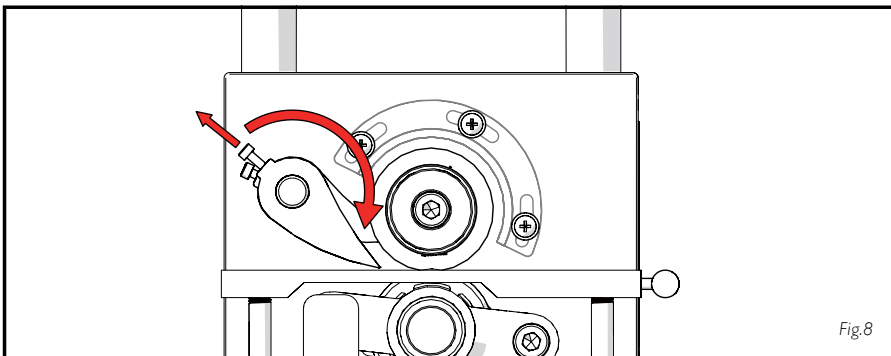

Fig.8
- Ослабьте отдельные винты с накатанной головкой на каждой направляющей выталкивателя и поверните их вниз, чтобы освободить лезвие. Рис. 8